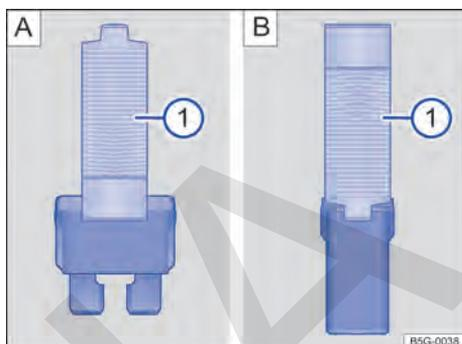

Fig. 220 Extraer o colocar el fusible con las pinzas de plástico: **A**) Fusible enchufable plano. **B**) Fusible tipo bloque.
- Dado el caso, retire las pinzas de plástico → fig. 220 ① situadas en la cubierta de la caja de fusibles correspondiente.
- En función del tipo de fusible, desplace el lado correspondiente de las pinzas → fig. 220 [A] ① o → fig. 220 [B] ① lateralmente sobre el fusible.